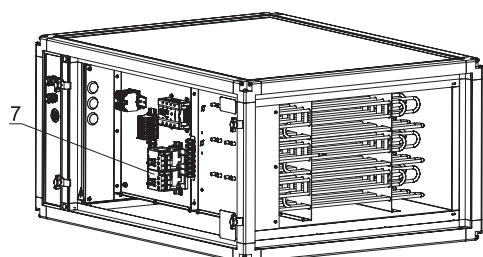

Рисунок 22.1
Возможно исполнение электронагревателя со встроенной автоматикой (7). Отсек со встроенной автоматикой состоит из оборудования управления и защиты с возможностью управления одной ступенью посредством ШИМ (широко-импульсная модуляция) (рис. 22.1).